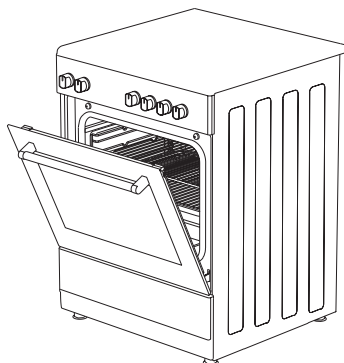

Figura 11
3. Colocar o painel de segurança sob o painel de controle abrindo o vidro da tampa frontal do forno. (figura 11)